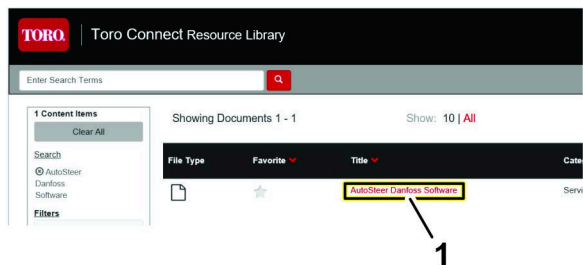

図 16
- 表示中のドキュメントリストで、AutoSteer Danfoss ソフトウェアハイパーリンク (図 16) をダブルクリックする。